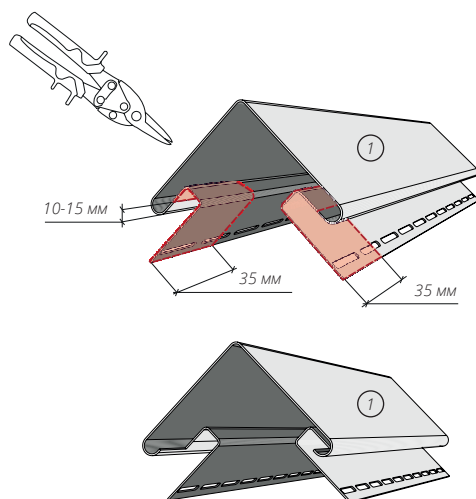
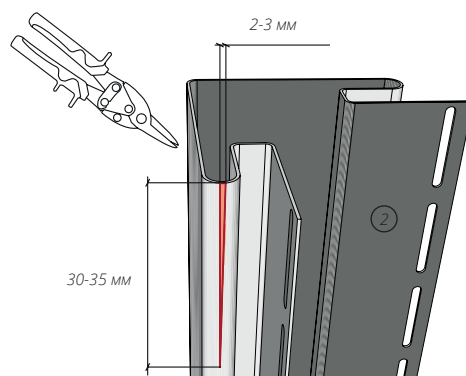
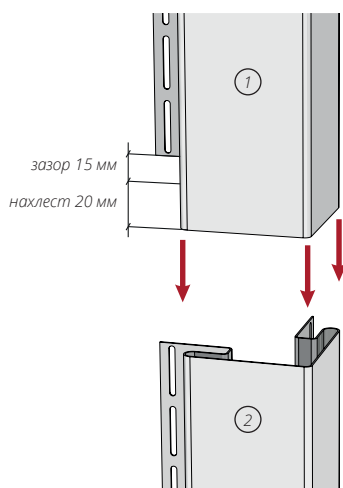
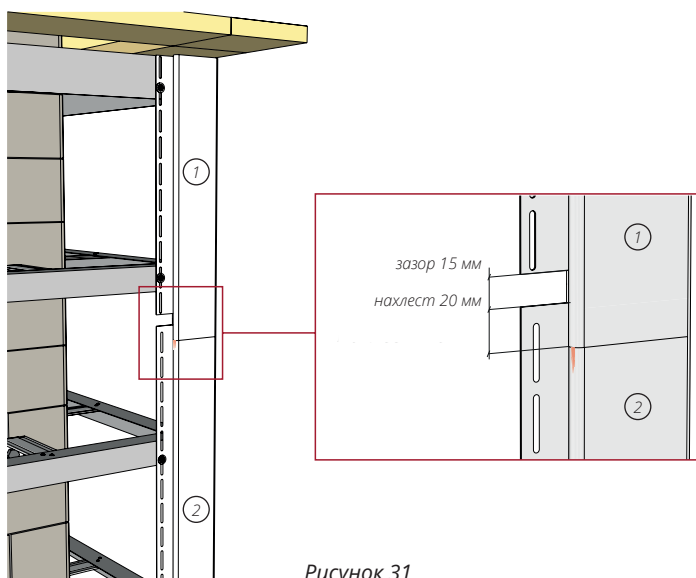

Рисунок 28
Рисунок 29
Рисунок 30
Рисунок 31
11.6 Если высота здания больше 3 м, необходимо нарастить угол. Для этого срезаем верхнюю тыльную часть наращиваемого угла (Рис. 28). В нижнем углу делаем вырез в виде треугольника на боковых ребрах согласно (Рис. 29). Вырез треугольника на боковых частях нижнего угла будет немного заметен, но уменьшить прогиб нижнего угла в соединении и позволит элементам оставаться более подвижными при тепловых расширениях и сжатиях. После монтажа, возможен небольшой прогиб в нижнем углу в месте соединения. Производим монтаж согласно (Рис. 30, Рис. 31) соблюдая общие правила монтажа.